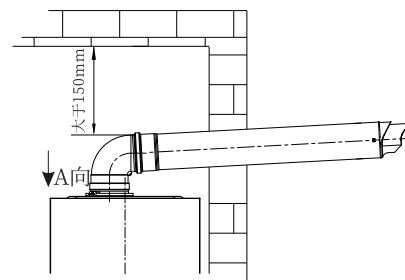

图3.6a
(1) 同轴烟道的安装要严格按照CJJ12-2013及其它相关标准操作，烟道出口位置与周围建筑物开口的距离选择也要符合其标准要求，如图3.6a所示。
(2) 为防止同轴烟道上的排气孔和进气孔被堵塞，应将同轴烟道伸出墙外。
(3) 同轴烟道安装接触或穿过房屋墙壁的管道时，相对环境的表面温升应小于等于60K，当该温升超过60K时，应在同轴烟道通过易燃材料组成的墙体时；必须覆盖厚度在20mm以上的不燃耐高温材料围护，确保墙体表面温升小于等于60K。
(4) 同轴烟道与其穿过的墙壁上的圆孔之间的间隙，不得用水泥类东西填充，请使用随机附件的烟道法兰密封，否则不利于维修操作。
(5) 同轴烟道的外表面应与上面的建筑物相距45mm以上。
(6) 若使用加长管，所有的接口处必须密封，不得使废气漏入室内。
(7) 烟道口位置必须位于不会造成公害的地方。
(8) 壁挂炉必须与同轴烟道连接且须导出室外（如3.6b），没有烟管，停止壁挂炉运行。
(9) 排烟温度最高可达到90°C，因此使用排烟管时应注意其材质能否在该温度下长期运行。
(10) 由于排烟管具有一定的温度，因此不可连接到易受热变形管道上（如不耐高温的塑料管和内部有涂层的管道）。